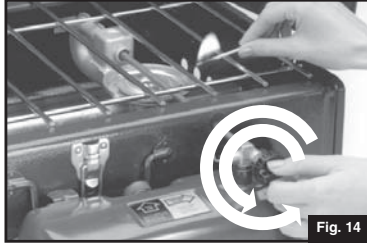

Fig. 14
- Sostenga un fósforo encendido en el quemador principal antes de abrir la válvula de combustible. Abra rápidamente la válvula de combustible, por lo menos dos vueltas completas. (Fig. 14)